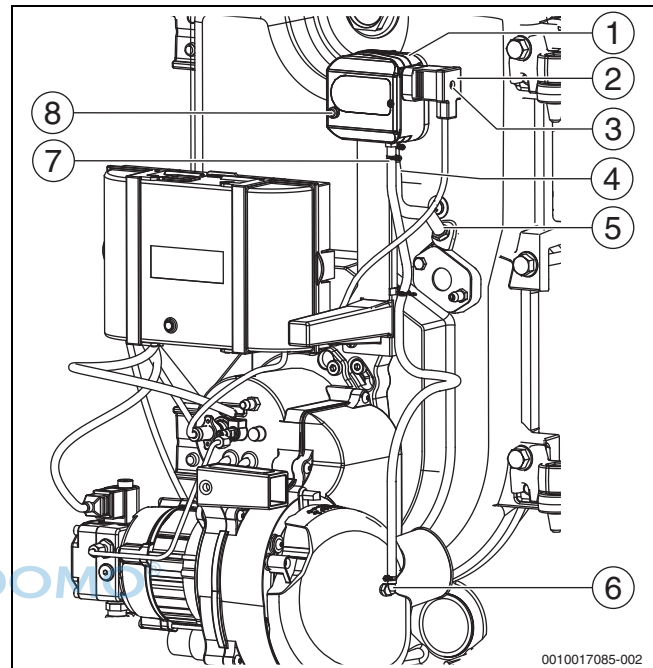

Bild 32 Brenner mit Druckwächter
- Sicherungsschraube [3] am Anschlussstecker [2] des Druckwächters [1] lösen und Anschlussstecker abziehen (→ Bild 32).
- Bei Teileaustausch im Reparaturfall auf die korrekte Zuordnung der Messleitungen gemäß Bild 32 achten!